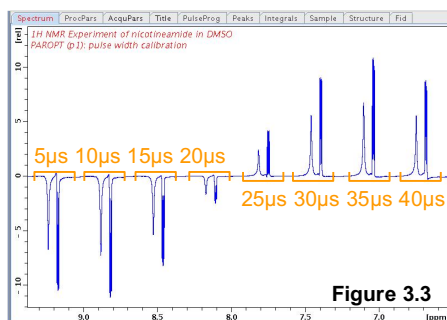

Figure 3.3
- **DO NOT DRAG THE SLIDER.** (Fig. 3.3)